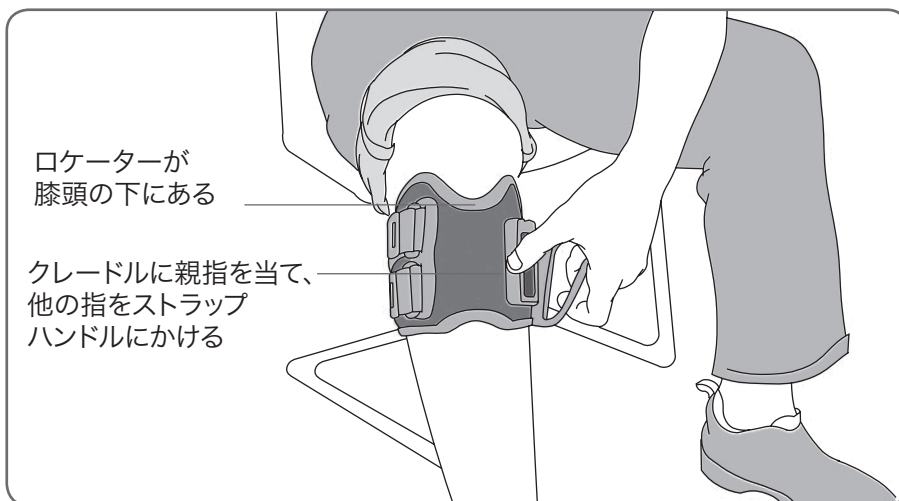

図 6 :FS カフのストラップを締めているところ
6. FS カフのストラップ ハンドルをつかみます(図 6 を参照)。FS カフのクレードルに親指を当てて、クレードルの回りにストラップ ハンドルを締めます。